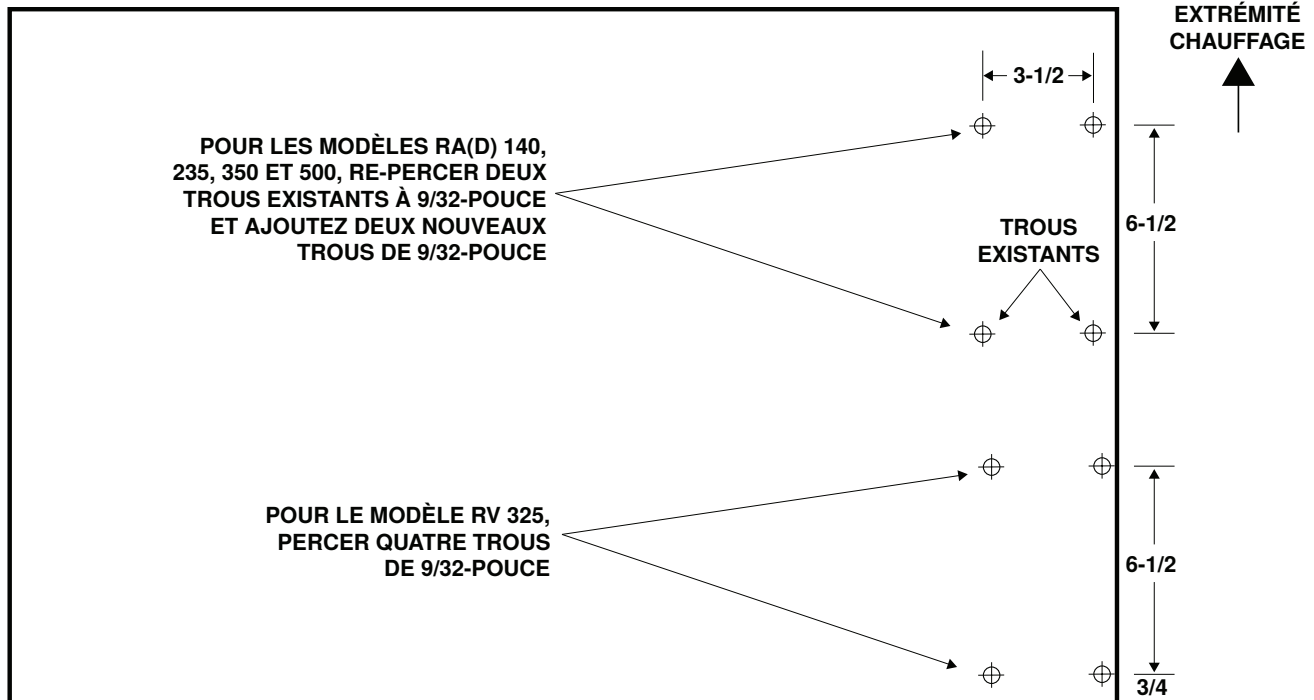

Figure 73. Trous dans l'étagère de montage du compresseur existante
- a. Pour les modèles RA et RAD de tailles 140, 235, 350 et 500 et les tailles RV de 200 et 325, reportez-vous à la figure 73 pour modifier les trous dans l'étagère de montage du compresseur existante.
- b. Pour les modèles RA et RAD de tailles 150 et 250 et les modèles RAB de tailles 350 et 500, enlevez les fixations nécessaires pour enlever l'étagère de montage du compresseur existant. Installez l'étagère de montage du compresseur de remplacement (9) à l'aide de quatre vis autoperceuses (10) et de six vis à tête (11) 1/4-20 × 1.